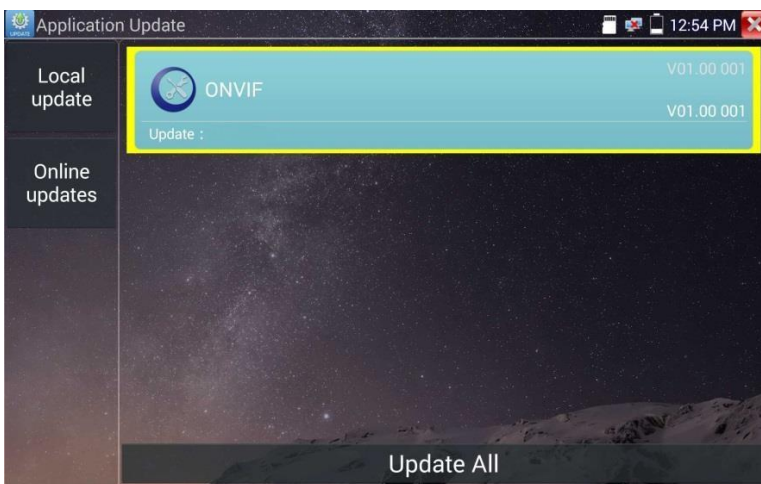

Рис. 137 Интерфейс приложения «Обновление прошивки» (Update)
1. Скопируйте файл прошивки, заранее скачанный с сайта_ на карту памяти в директорию Update. Если такой директории на карте памяти нет, создайте ее самостоятельно. Найдите ярлык приложения «Обновление прошивки» (Update) на рабочем столе тестера и запустите его, рис. 137